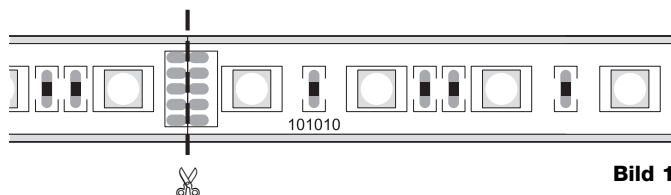

Bild 1
2. LED-Platine, falls erforderlich, kürzen (Bild 1).
LED-Platinen können jeweils nach **6** LEDs (10 cm) getrennt werden (Bild 1).